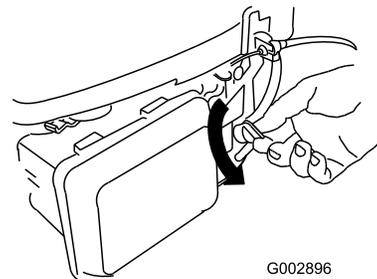

Figura 23
2. Ruotate la leva della valvola del carburante in posizione ON (Figura 23).